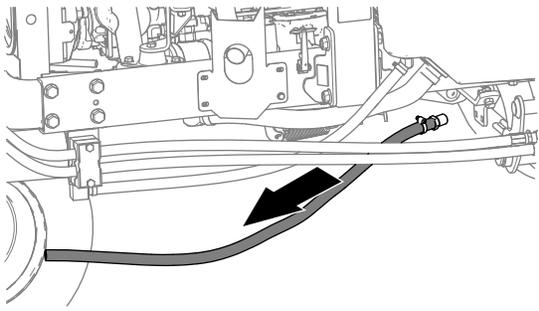

Figura 46
2. Retire o tubo de retorno do refrigerador do óleo da máquina (Figura 46).